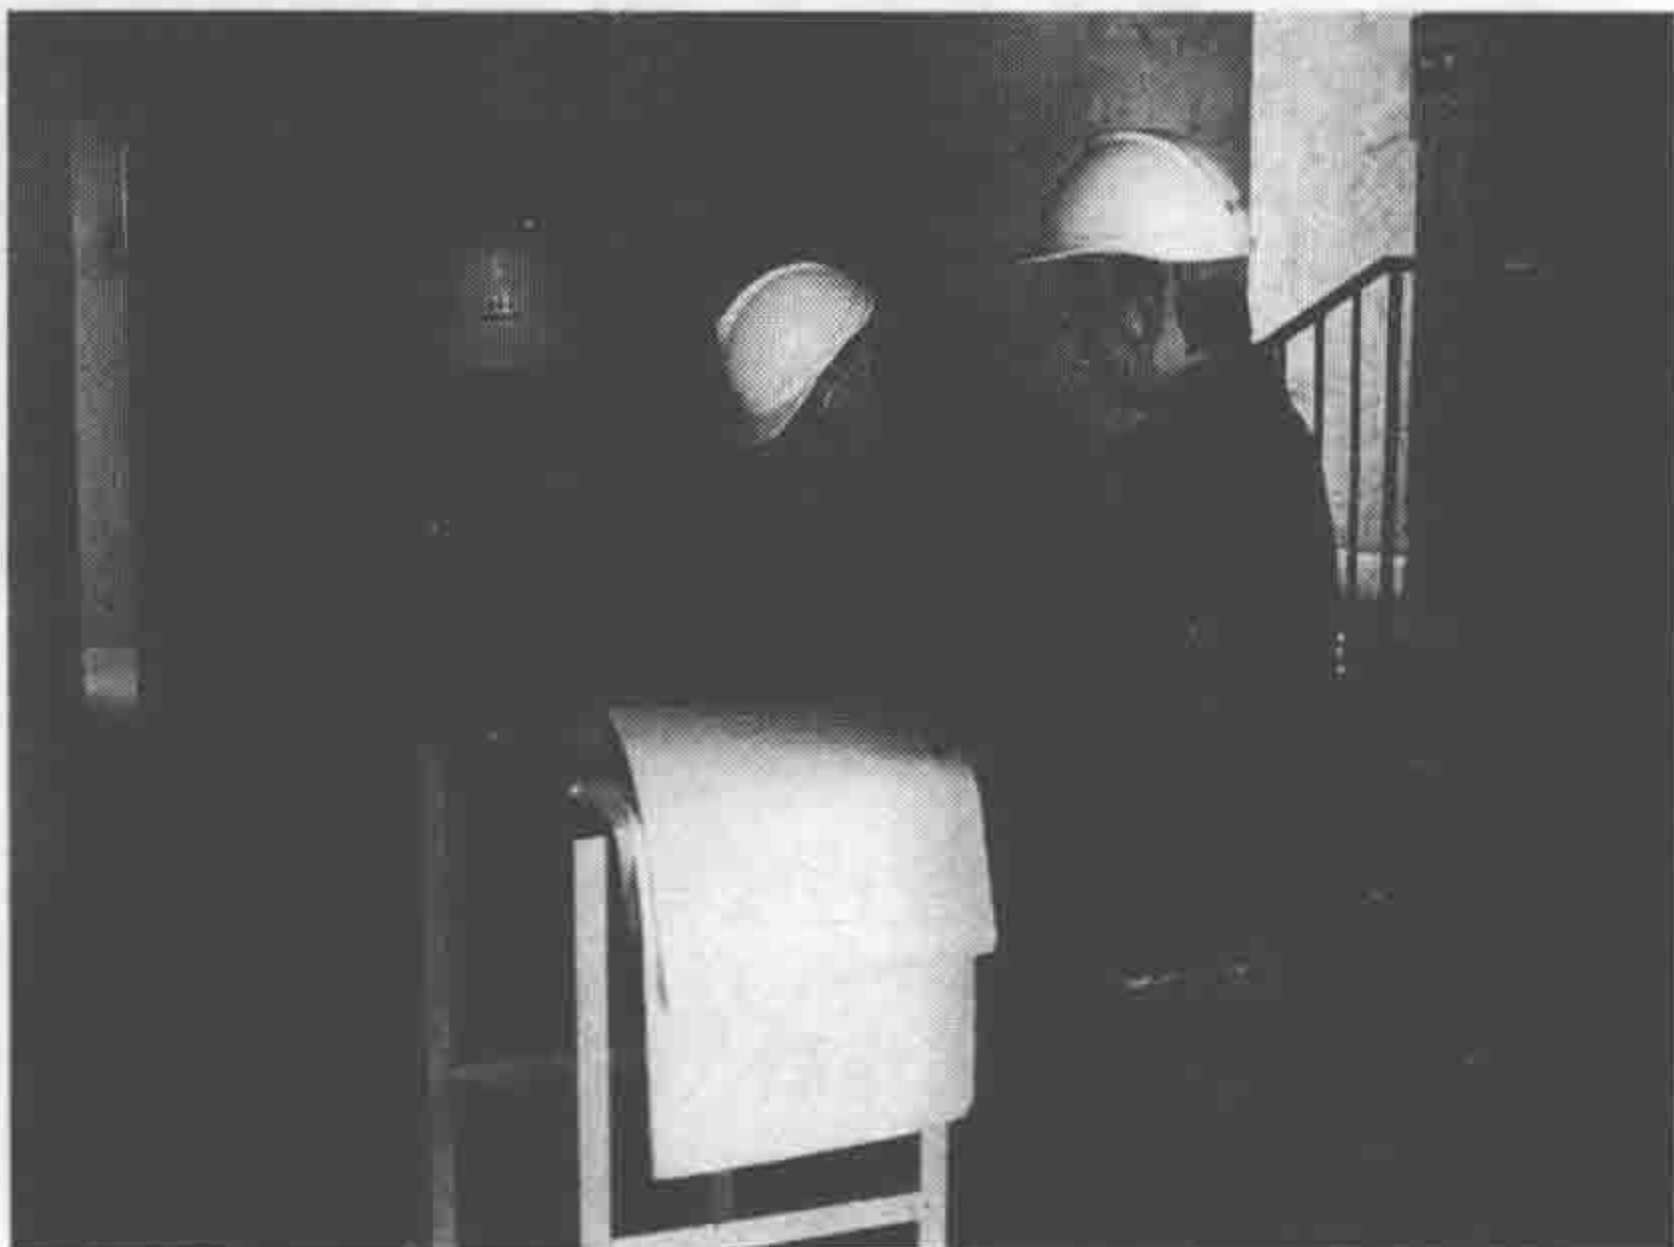

图 1-6 仔细查阅装饰施工图纸
- ◆ 仔细查阅装饰施工图纸，开始准备放线，如图 1-6 所示。